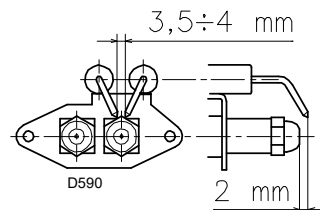

Fig. 10
Dysen til 1. driftstrin er den, der er under tændingselektroderne, (Fig. 10).
Kontroller, at elektroderne er placeret som vist på Fig. 10.
- Placer elektroden på tændingspiloten i overensstemmelse med de dimensioner, der er angivet i Fig. 10.